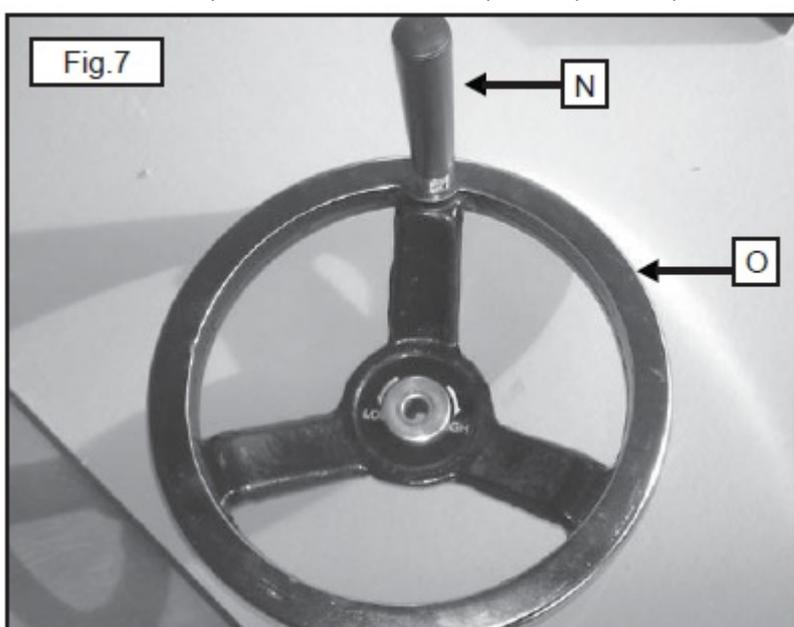

Рис. 7
1. Установить рукоятку (N), рис. 7, маховичка на маховичок (O). Для затяжки использовать ключ с открытым зевом на 12 мм по лыскам.